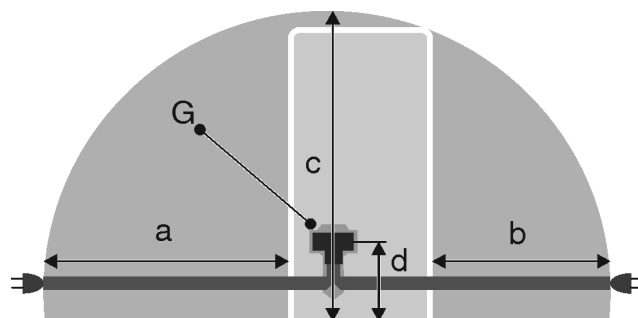

Fig. 55 Kjøl/frys-kombinasjoner / fryser / BioFresh-apparater uten frysedel*
- Stikkontakten ligger ikke bak apparatet, men i områdene a eller b *Fig. 55 (a, b, c)*.
- ▶ Sett inn strømpluggen *Fig. 55 (G)* på baksiden av enheten. Pass på at den klikker på plass.